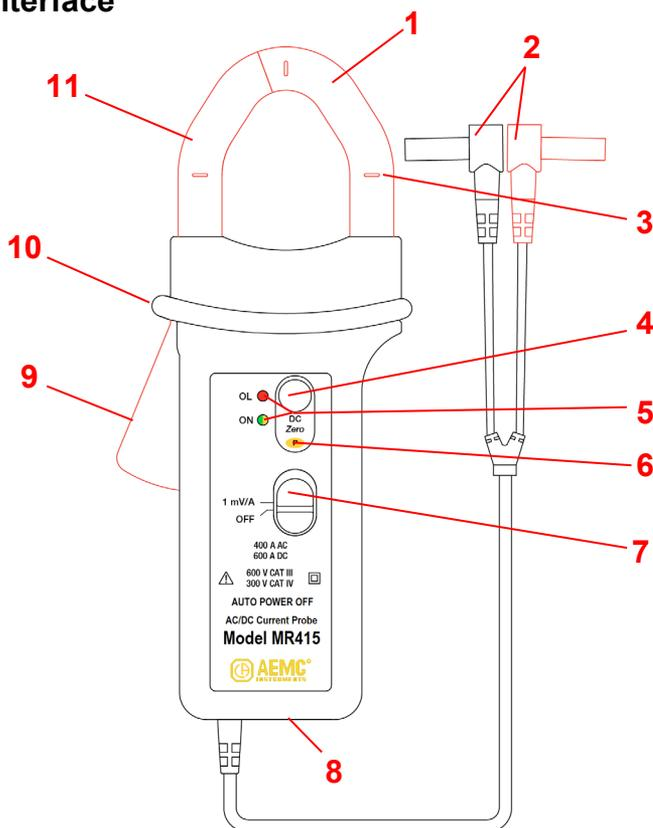

Figure 1 (MR415 montré)
2. Serrer les mâchoires autour du conducteur à mesurer. Utilisez les marques de centrage sur les mâchoires pour positionner la pince autour du conducteur. Si la mesure doit être utilisée dans un calcul de puissance, assurez-vous que la flèche sur les mâchoires de la pince (voir Figure 1) pointe dans la direction du courant: source \Rightarrow charge.